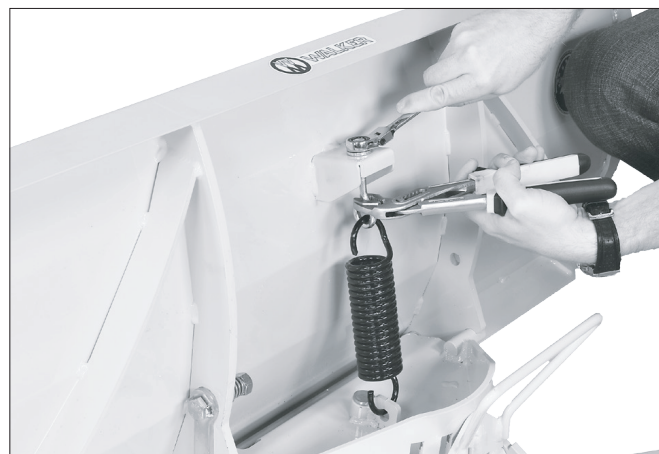

Abb. 6.1
- Stellen Sie die Zugfederspannung ein, indem Sie die Ringschraube mit einer Zange halten und die ESNA-Mutter (Abbildung 6.1) auf die für den sicheren Betrieb erforderliche Spannung anziehen (mindestens zwei Gewindgänge sollten durch die ESNA-Mutter herausragen).